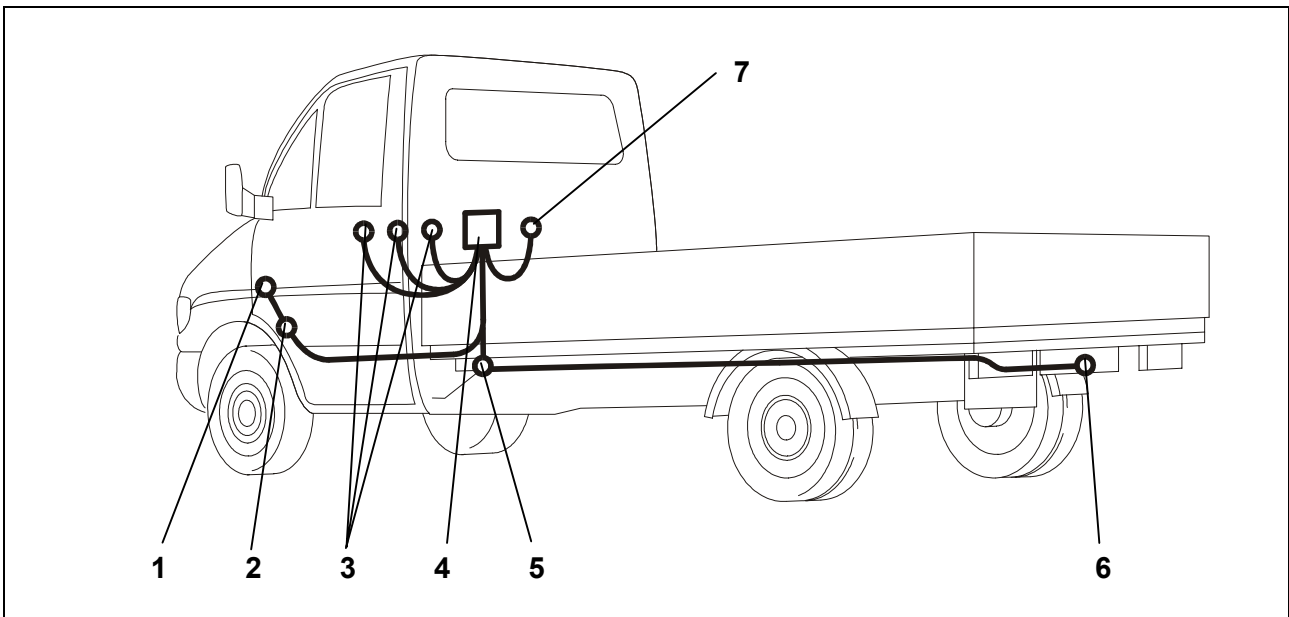

Abb. 1: Einbauübersicht
4. Das Leitungsende durch die Kabel-Durchführung (Abb. 1/5), ausgehend vom Innenraum, nach außen verlegen.
5. Die Gummitülle in die Kabel-Durchführung (Abb. 1/5) einsetzen.
6. Den Leitungsstrang unter dem Fahrzeug entlang zum Steckdosenhalteblech (Abb. 1/6) verlegen und mit Kabelbindern befestigen.
10. Die Steckdose mit den beiliegenden Schrauben und Muttern am Steckdosenhalteblech (Abb. 1/6) festschrauben.
13. Das Anhängermodul (Abb. 1/4) mit Klettband an geeigneter Stelle befestigen.
14. Die braunen Leitungen mit der Ringöse an einem fahrzeugseitigen Massepunkt (Abb. 1/7) anschließen.